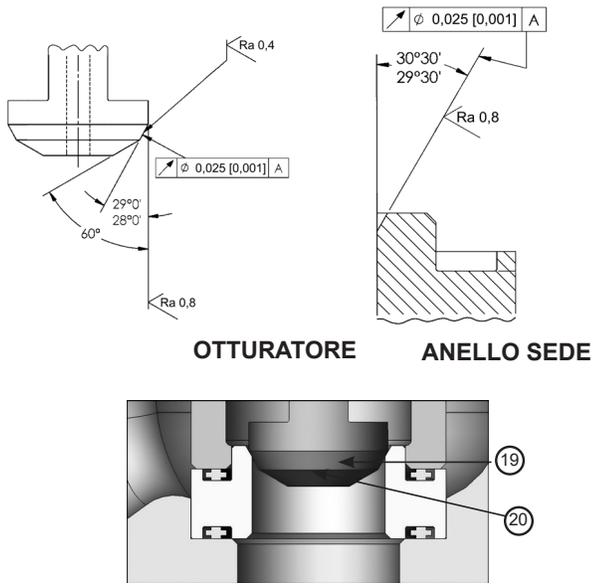

Figura 3: Superfici dell'anello di sede e otturatore
Può essere necessaria la lappatura delle superfici di alloggiamento per ripristinare l'integrità superficiale necessaria per soddisfare i requisiti di tenuta della valvola. Per tutte le misure di valvole è consentita una rimozione di metallo fino a 0,015" (0,4 mm) dalle superfici della sede e dell'otturatore. Assicurarsi che gli angoli di sede sulle parti rilavorate siano entro le tolleranze specificate, così come da Figura 3 sottostante. Le parti che necessitano una rimozione di metallo maggiore vanno eliminate e sostituite.
10. Dopo la lappatura, smontare le parti per pulirle e quindi rimontarle assicurandosi che gli angoli di sede siano entro la tolleranza. Vedere la figura 3.